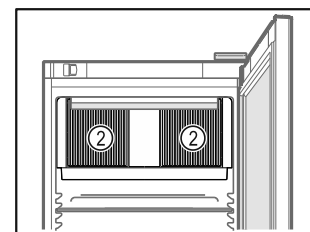

Fig. 54
- ☐ Ventilatiesleuf Fig. 54 (2) van de ventilator in de binnenruimte vrijhouden.